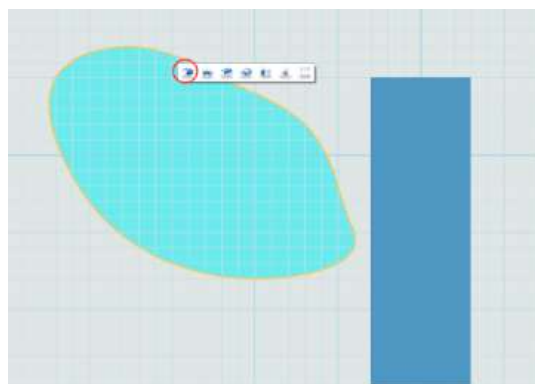
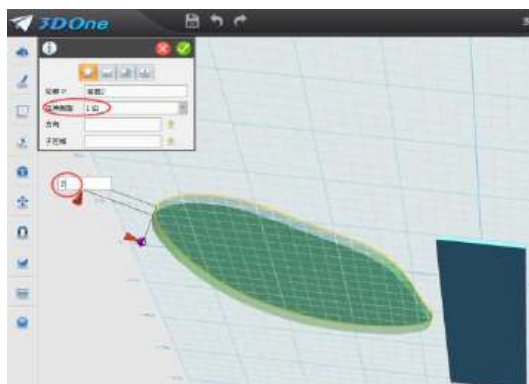

图 9-7
图 9-8
4.拉伸叶子状草图：鼠标单击草图，出现“迷你棒”，如图 9-7，点击“拉伸”命令，拉伸类型：一边；高度：2，如图 9-8，确定完成。